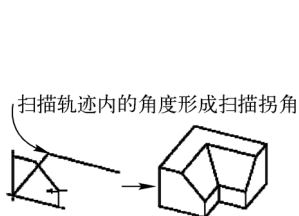

图 4-44 示例：扫描轨迹内的角度形成扫描拐角
- 如果轨迹具有形成角度的直线段时，扫描将会形成带斜接的拐角，此类示例如图 4-44 所示。